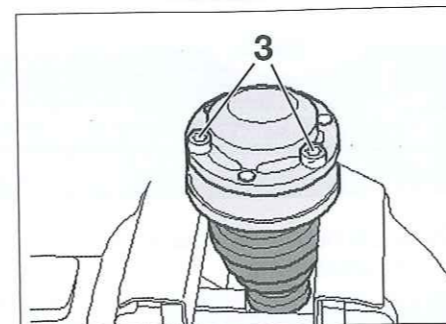

Fig. 11
- Ajustar la carcasa con los tornillos de fijación (3) con relación a los orificios de atornillado (Fig.11).